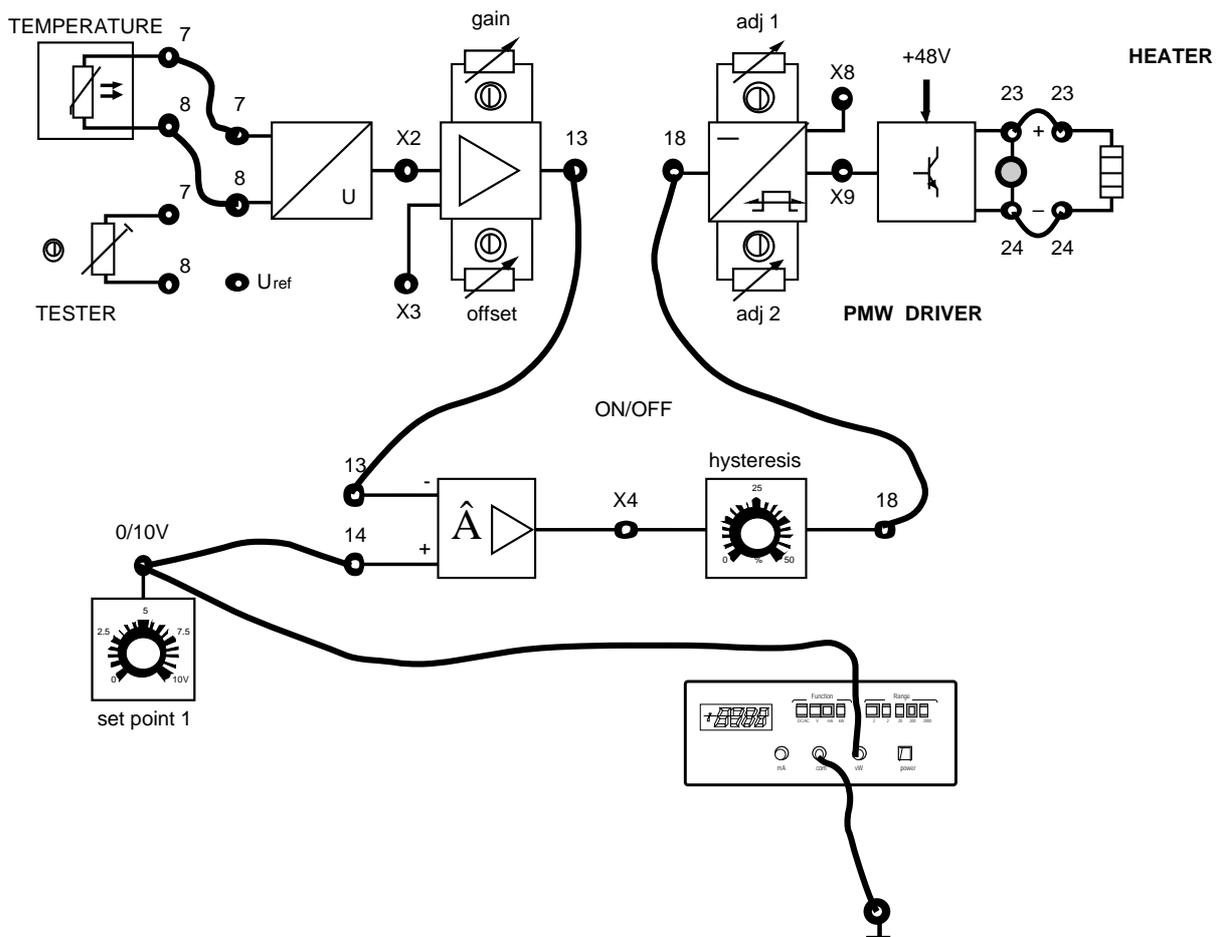

Fig. 20.2
- 3) Conectar el casquillo 23 del PWM DRIVER al casquillo 23 y el casquillo 24 al 24 (ficha 20.1 fig 20.2).
- 4) Apretar el interruptor general (ON).
- 6) Conectar los casquillos 7 y 8 del sensor de temperatura a los casquillos 7 y 8 de la respectiva interface (ficha 20.1 fig 20.2).
- 8) Introducir un terminal del voltímetro digital, preparado en corriente continua, en el casquillo del SET POINT 1 y el otro en el casquillo de masa (ficha 20.1 fig 20.2).